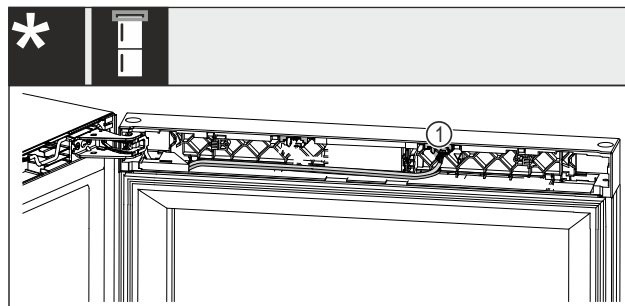

Fig. 25 Kombinált borhűtő-fagyasztókészülékek*
▶ Húzza ki a dugót Fig. 25 (1) a házából.*